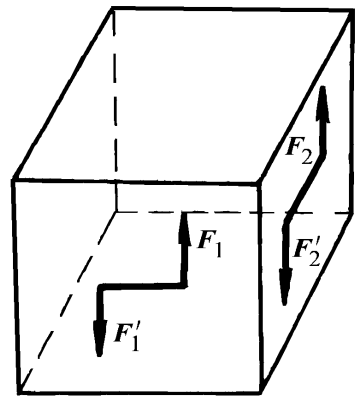

图 1-7
- 1-8 如图 1-7 所示，正方体两个侧面上作用着两个力偶 (F_1, F_1) 与 (F_2, F_2) ，其力偶矩大小相等，试问此两个力偶是否等效？为什么？